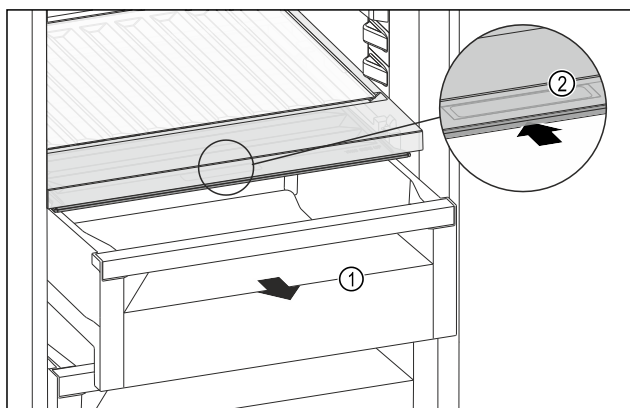

Fig. 110
- 拉出抽屉 Fig. 110 (1)。
- 抓住抽屉盖上的内嵌式拉手 Fig. 110 (2)，并同时向后推入抽屉盖。